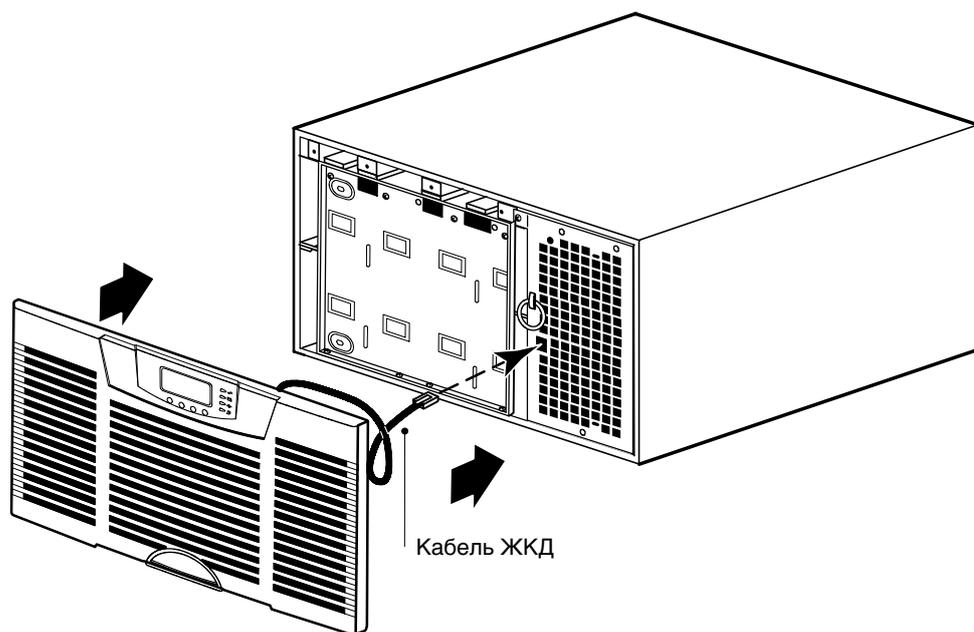

Рисунок 57. Установка передней крышки ИБП
7. Установите на место переднюю крышку ИБП (см. Рисунок 57):